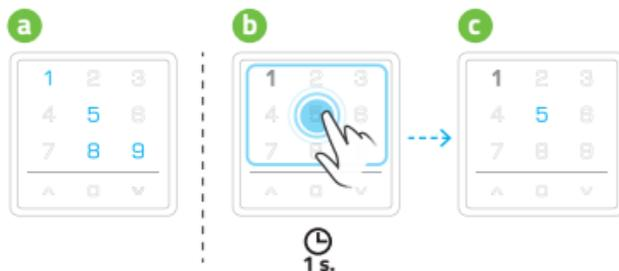

Abb. 9.1
1. Aktivierung durch Berühren des Fingers im numerischen Feld. Dieser Modus aktiviert den Kanal aktiviert, der berührt wurde. Die Fernbedienung wartet auf einen Befehl für den gewählten Kanal oder auf das Wählen anderer Kanäle - **Abb. 9.1**.